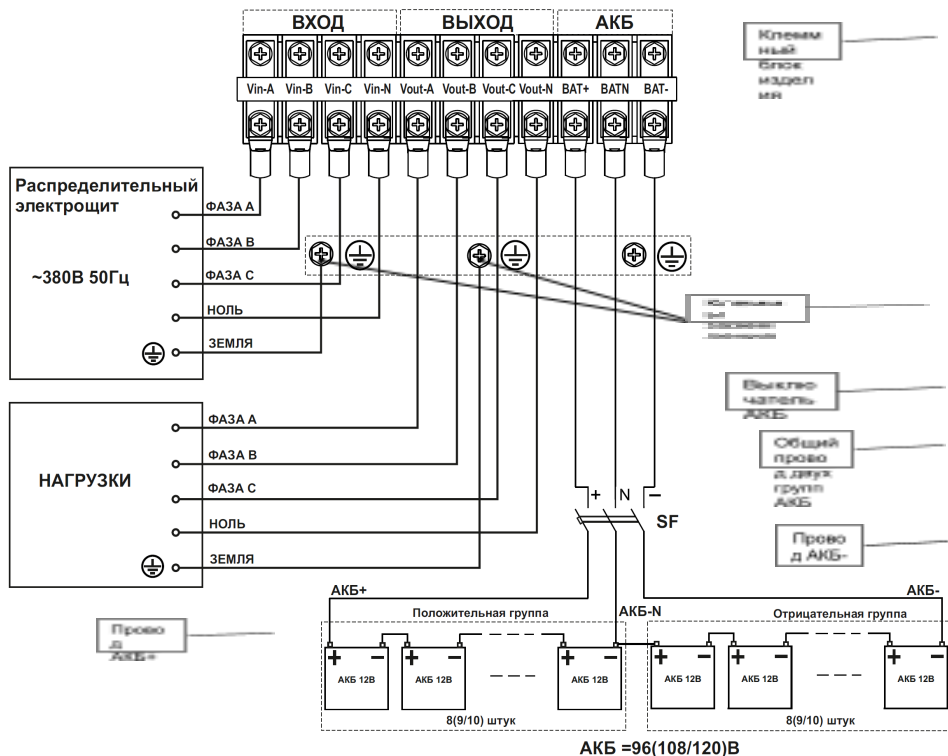

Рисунок 23 — Схема подключения изделия и монтажа аккумуляторной батареи.
Между АКБ и изделием должен быть подключен автоматический выключатель постоянного тока (SF, на номинальный ток **63А**, см. рисунок 23).
- подключение кабелей к клеммному блоку выполняйте в соответствии со схемой (см рисунок 23) и маркировкой, нанесенной на клеммном блоке изделия;
- подключите провода заземления кабелей подключения питающей сети и нагрузки к клеммам заземления (см. рисунок 23);
- Включите защитный автоматический выключатель АКБ (SF) (см. рисунок 23), подождите около 30 секунд;